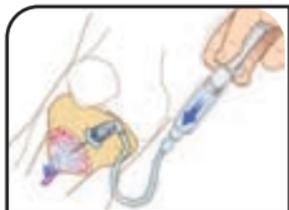

Figura 8
- 12. Collegare il set di estensione EZ-Connect® al blocco luer dell'attacco del catetere.** All'attacco del catetere è possibile collegare qualsiasi set di estensione o tubo di somministrazione standard. Si consiglia l'EZ-Connect, data la sua struttura di basso profilo e l'angolazione a 90 gradi (Figura 8).